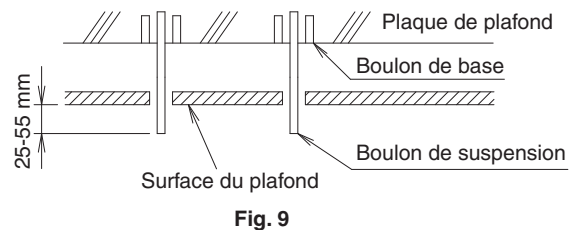

Fig. 9
(4) Installez les boulons de suspension.
- Réglez la longueur du boulon de suspension à partir du plafond en avance. **(Reportez-vous à la Fig. 9)**
- Les pièces illustrées dans la Fig. 9 seront toutes fournies sur place.